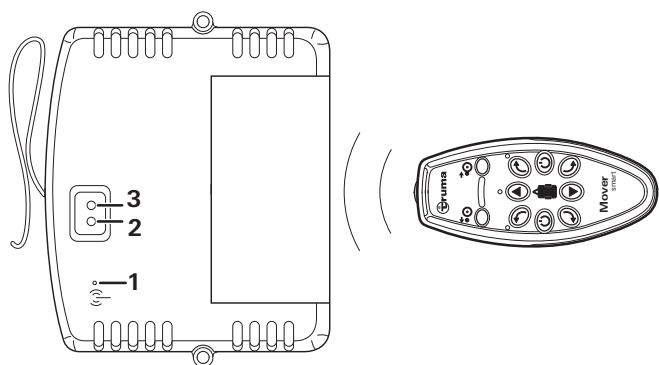

Figura 12
- Premere il tasto di reset (figura 12 - **1**) sulla centralina con un oggetto sottile, ad esempio l'antenna della centralina.
Ora il LED verde (figura 12 - **2**) e quello rosso (figura 12 - **3**) sulla centralina lampeggiano alternativamente.